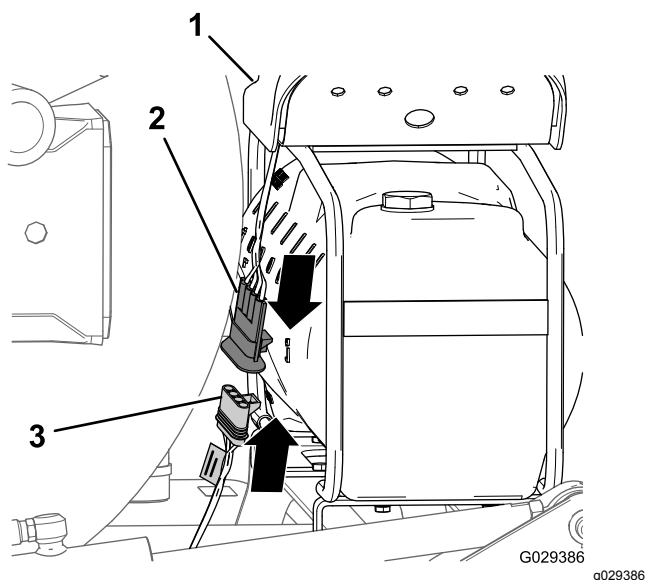

Figure 200
1. À l'extrémité de la branche de 236 cm du faisceau, alignez le connecteur à 4 douilles du faisceau du kit de finition et le connecteur à 4 broches du faisceau du compresseur (Figure 200).
2. Insérez le connecteur à 4 broches dans le connecteur à 4 douilles (Figure 200).